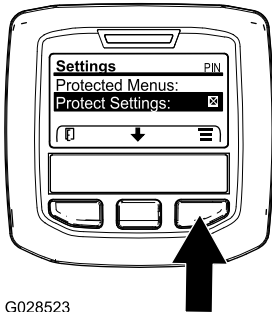

図 14
- 1. MAINメインメニューから中央ボタンで下へスクロールしていくとSETTINGS設定メニューがありますから、ここで右ボタンを押します 図 14。